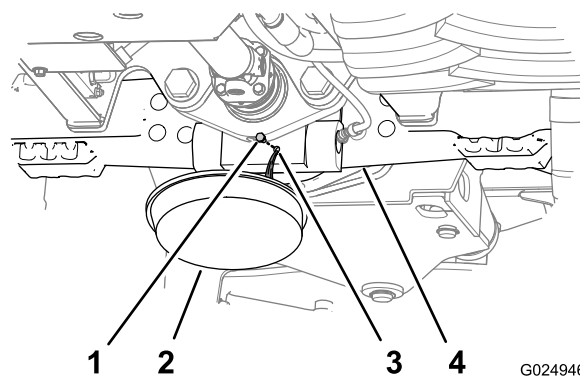
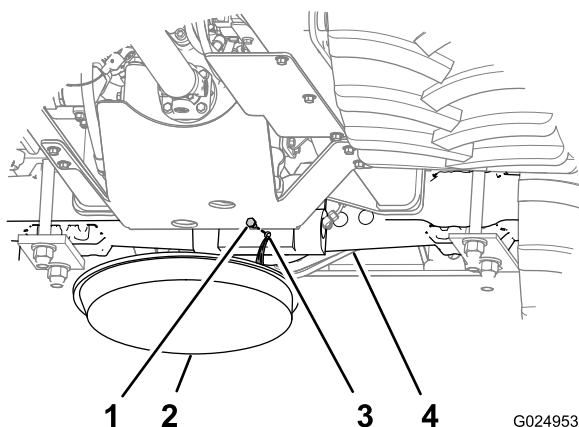

Figura 88
Figura 89
- Posicione uma bandeja de drenagem sob a caixa do pinhão do eixo (Figura 88 e Figura 89).
2. Remova os bujões do orifício de nível e do orifício de drenagem da caixa do pinhão para os eixos (Figura 88 e Figura 89).